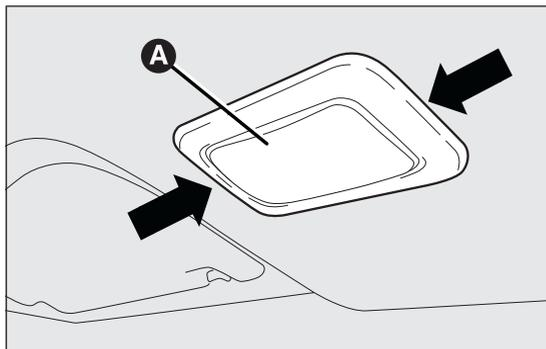

fig. 148
- estrarre la plafoniera A fig. 148 agendo nei punti indicati dalle frecce;